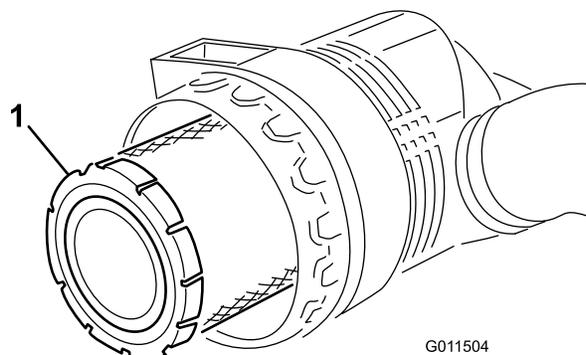

Рисунок 49
4. Замените фильтр грубой очистки (Рисунок 49).